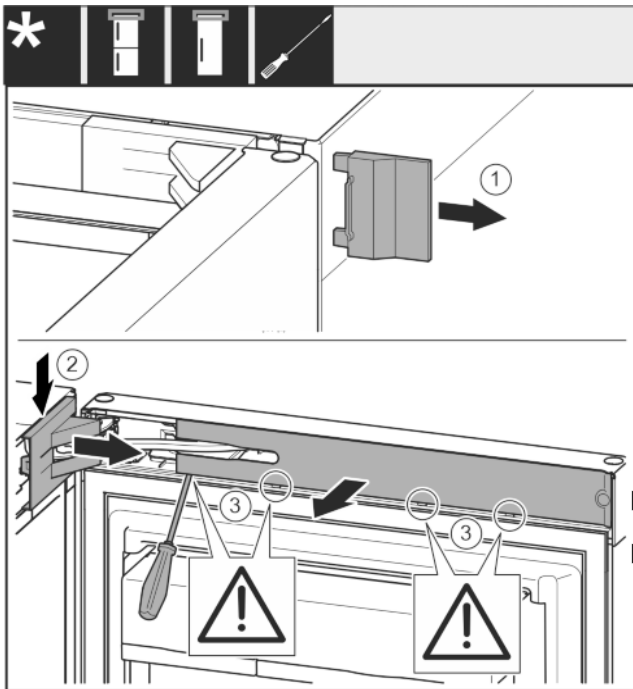

Fig. 6
- ▶ Äußere Abdeckung abnehmen. Fig. 6 (1)
- ▶ Lagerbockabdeckung austragen und lösen. Lagerbockabdeckung abnehmen. Fig. 6 (2)
- ▶ Blende mit Schlitzschraubendreher austragen und zur Seite schwenken. Fig. 6 (3)